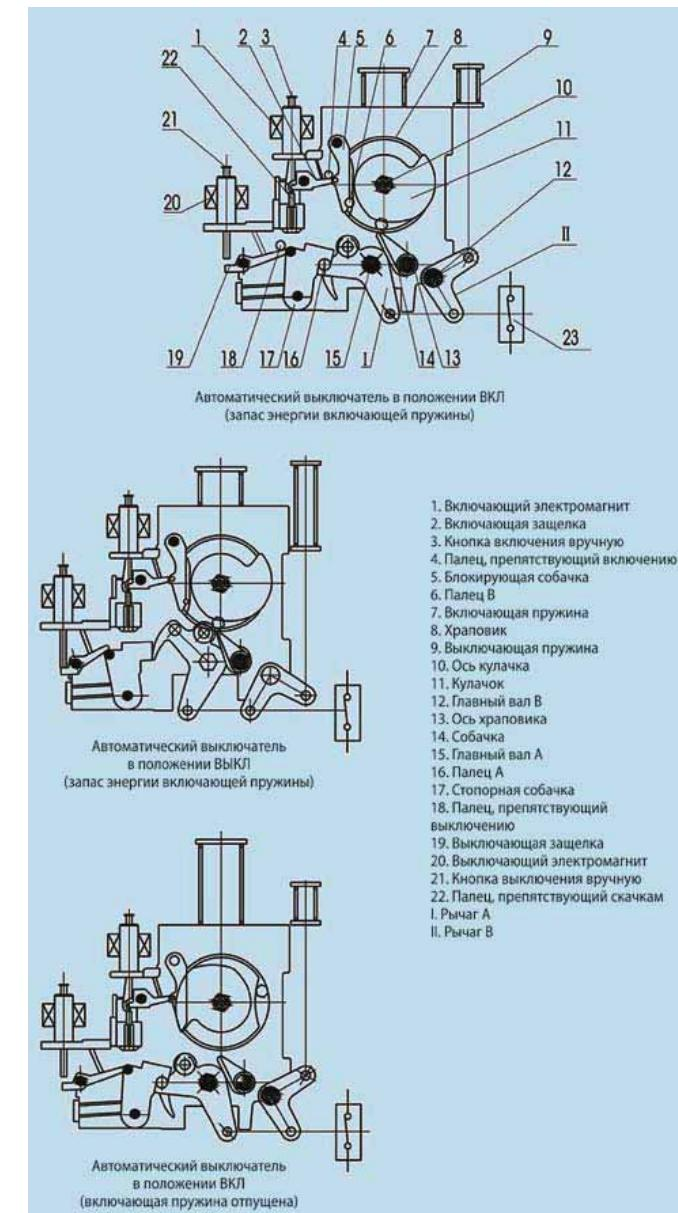

Рис. 4.3 Элементы привода
4.4 Отключение рабочего тока (рис. 4.3)